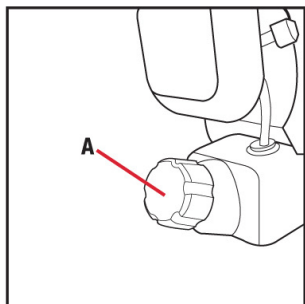

Fig. 10A
1. Quite completamente la tapa de combustible del tanque (A) para poder quitar el filtro de combustible (B) del tanque. Utilice un trozo de cable (C) con un gancho formado en su extremo para retirar el filtro del tanque. (Fig. 10A & 10B)